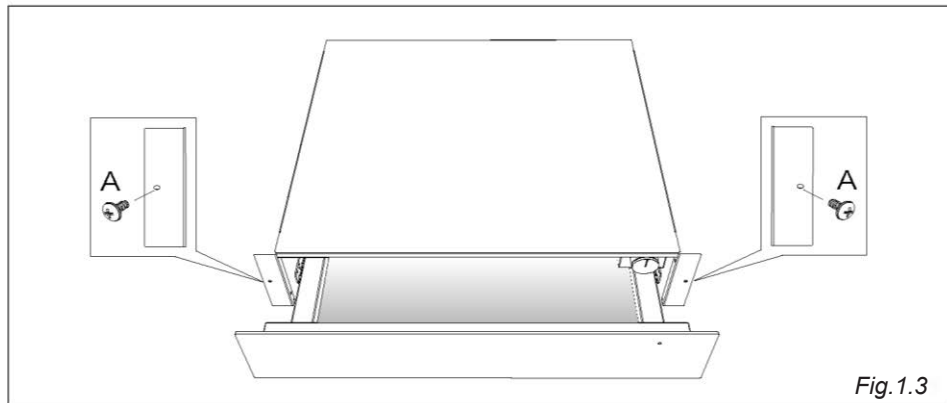

Fig.1.3
- Åbn skuffen, og fastgør den til siderne af enheden med de to skruer (medfølger ikke) "A" (fig. 1.3).